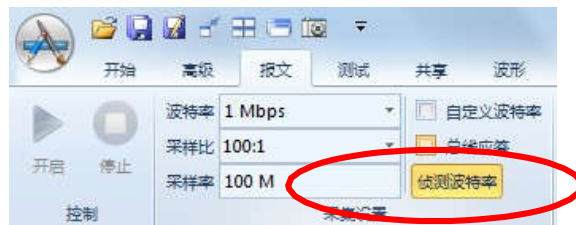

图 4.1 自动匹配波特率
1. 将 CANScope 的 CANH、CANL 接入总线，打开软件，在 CAN 报文界面，使能**侦测波特率**，等待一段时间，CANScope 将自动匹配波特率结果。如图 4.1 所示。